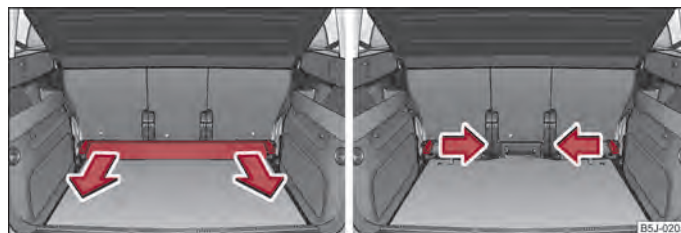

Fig. 51 Portbagajul: Scoaterea șinei transversale / Scoaterea penelor de fixare
- Apucați șina transversală ⇒ fig. 51 și scoateți-o trăgând în sensul indicat de săgeată.
- Apucați pana de fixare ⇒ fig. 51 dreapta și scoateți-o trăgând în sensul indicat de săgeată. La demontarea penei de fixare de pe partea cealaltă a portbagajului, procedați în mod asemănător.